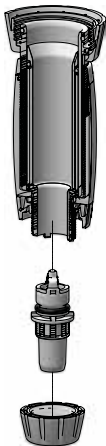

Abb. 27
- Die Kontermutter des Ansaugventils abschrauben (**Abb. 27**).